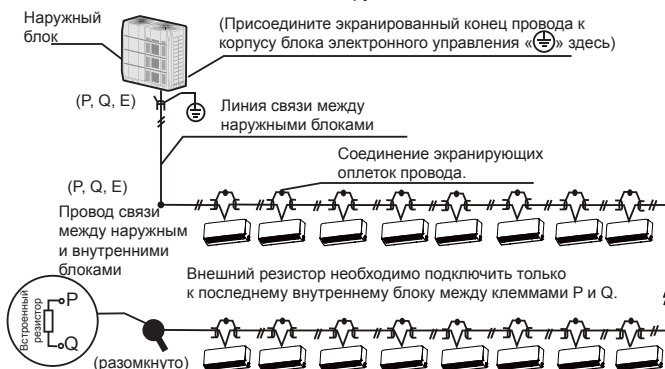

Рисунок 6.6
- Провода связи между внутренним и наружным блоками должны соединять один блок за другим в последовательную цепь, от наружного блока до оконечного внутреннего блока. Экранирующая оплетка должна быть правильно заземлена. Для повышения стабильности системы связи к последнему внутреннему блоку необходимо присоединить внешний резистор (см. рисунок 6.6).